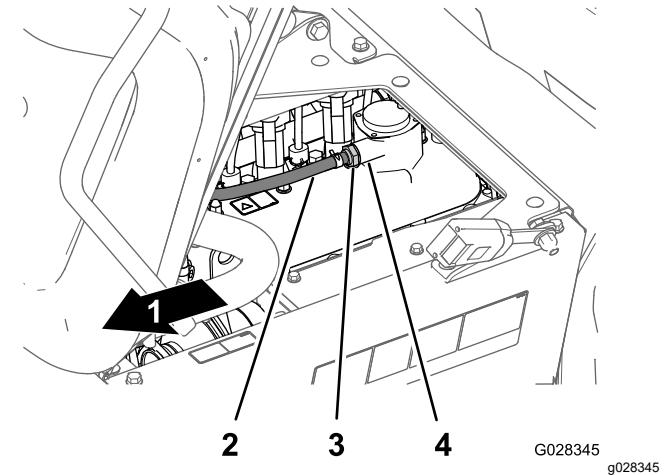

Bild 69
2. Entfernen Sie das PCV-Ventil vom Anschlussstück des Ventildeckels (Bild 69).
Hinweis: Wenn die innere Drossel des Ventils klappert, ist das PCV-Ventil funktionsfähig; wenn die innere Drossel beim Schütteln nicht frei klappert, muss das PCV-Ventil ausgetauscht werden (Bild 69).
4. Setzen Sie das PCV-Ventil ein, bis es vollständig in der Dichtung am Anschlussstück am Ventildeckel sitzt (Bild 69).